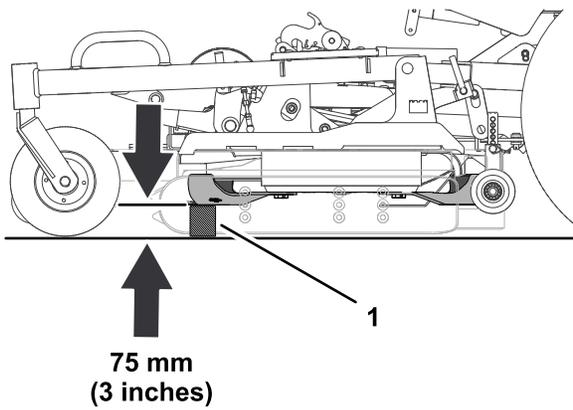

Figura 126
4. Mida la distancia entre el suelo y el punto más adelantado del filo de corte de la cuchilla con un bloque indicador (Figura 126).